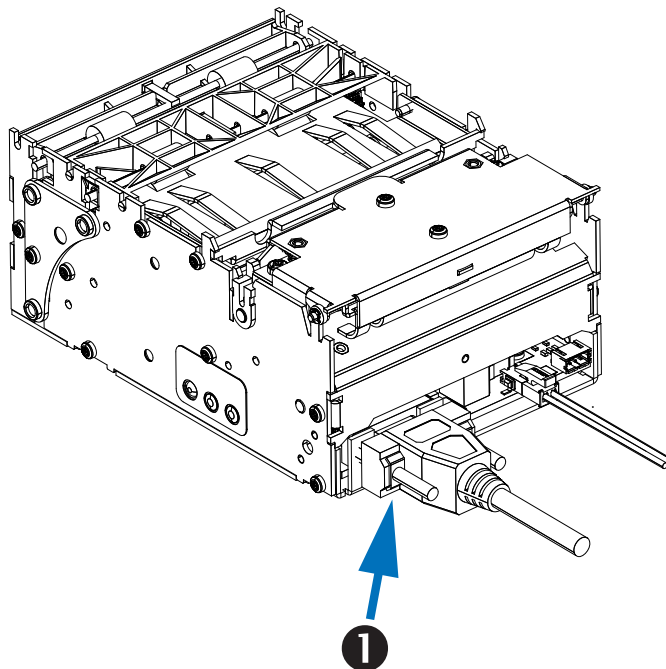

Рис. 4-15 • Последовательное подключение
См. Рис. 4-15. Кабель должен быть оснащен девятиштырьковым штекером типа D (DB-9P), который подключается к последовательному порту (DB-9S), расположенному на задней панели принтера ❶. Второй конец кабеля подсоединяется к последовательному порту на управляющем компьютере. В зависимости от особых требований к интерфейсу подключение можно выполнить с помощью нуль-модемного (перекрестного) кабеля.